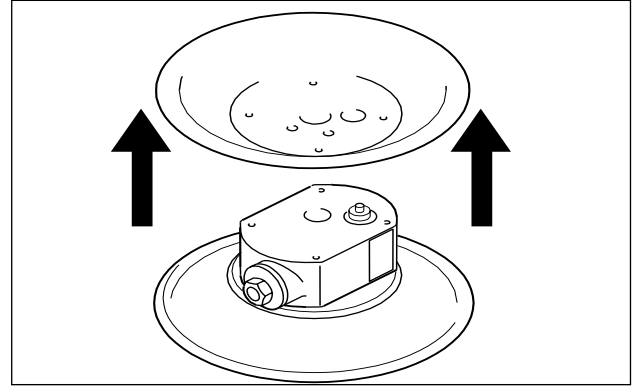

Fig. 12: Smontaggio delle camere d'aria
- Svitare le camere d'aria dal blocco centrale (solo per pompe in metallo, eccezione: pompe a diaframma DB, DH) (Fig. 12).